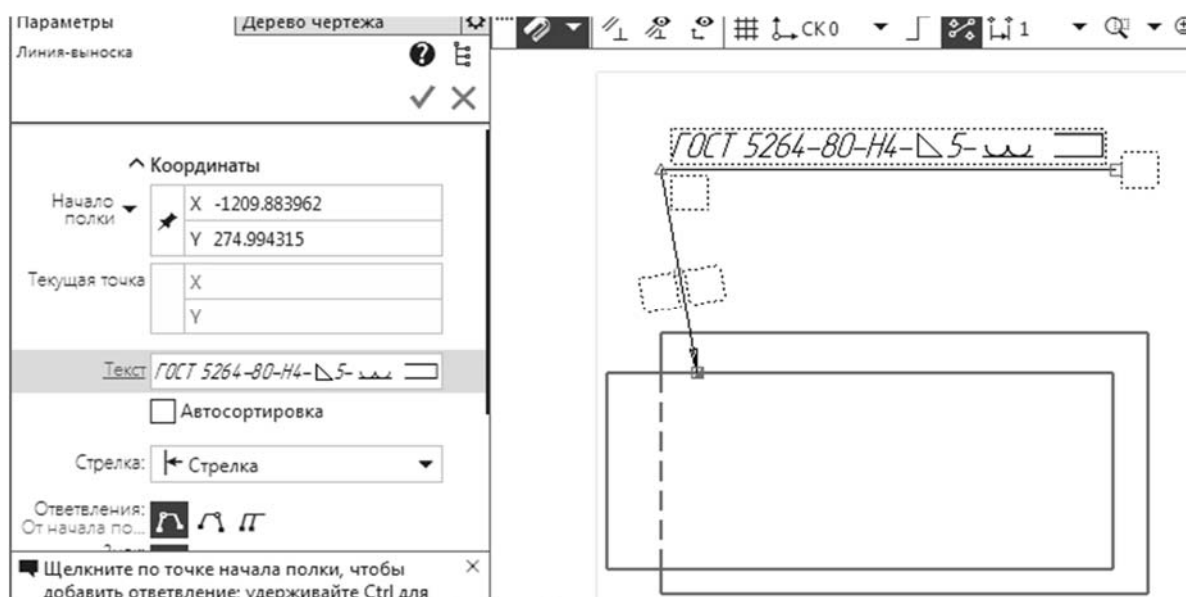

Рисунок 5.2 – Заполнение условного обозначения сварного шва
3) обозначить сварные швы. Для этого следует использовать команду **Линия-выноска** раздела **Обозначение** панели инструментов. Затем в панели состояния активизировать значок **Текст** и в открывшемся окне по ячейкам ввести необходимое обозначение сварных швов, а также установить требуемый вид стрелки на линии-выноске (рисунок 5.2). Далее открыть вкладку «Параметры», где выбрать тип стрелки – **Односторонняя** и, при необходимости, знак **«По контуру»**;